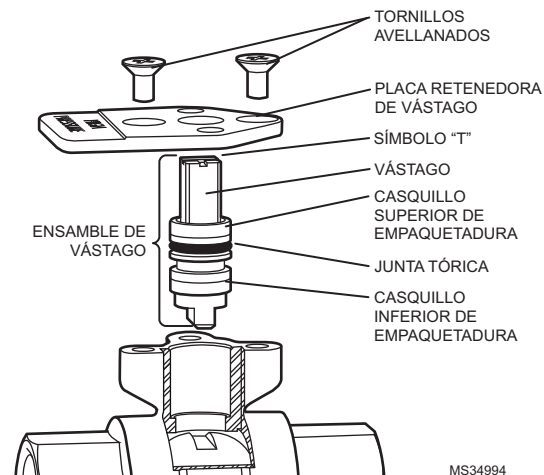

Fig. 33. Reemplazo del vástago de la válvula en línea.
El vástago de la válvula se puede reemplazar en línea, si es necesario. Consulte la Fig. 33.
7. Deslice el subeje por el vástago, con la lengüeta orientada como se indica en la Fig. 33.